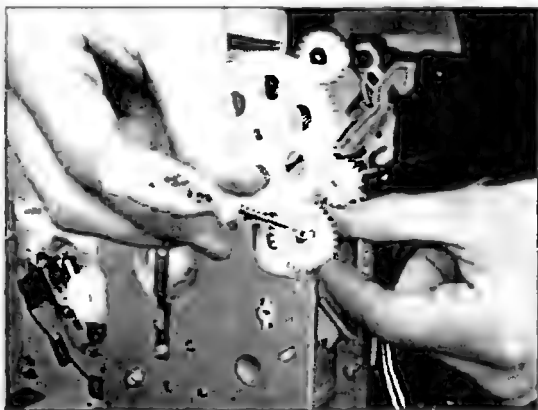

Рис. 6.7
- Отжав защелку, снимают шестерню привода фьюзера (рис. 6.7).